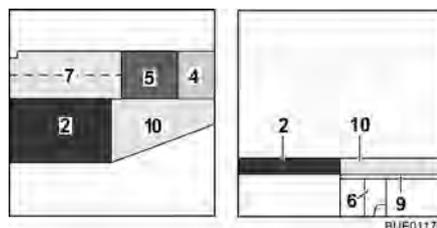

Fig. 120 Après la transformation
- Placer le coussin d'assise (Fig. 120,5) au centre.
- Placer le coussin de dossier (Fig. 120,4) entre le coussin d'assise et la cloison.
- Placer le coussin supplémentaire (Fig. 120,10) sur la rallonge latérale de lit.